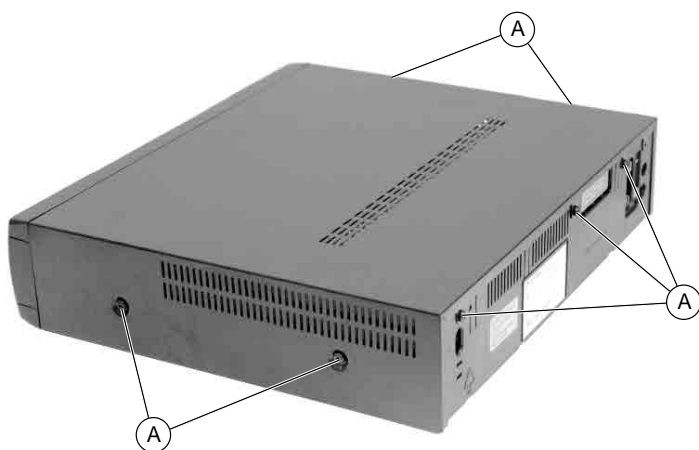

Fig. 1
- Dévisser les 7 vis (A) (Fig. 1).
- Undo 7 screws (A) (Fig. 1).